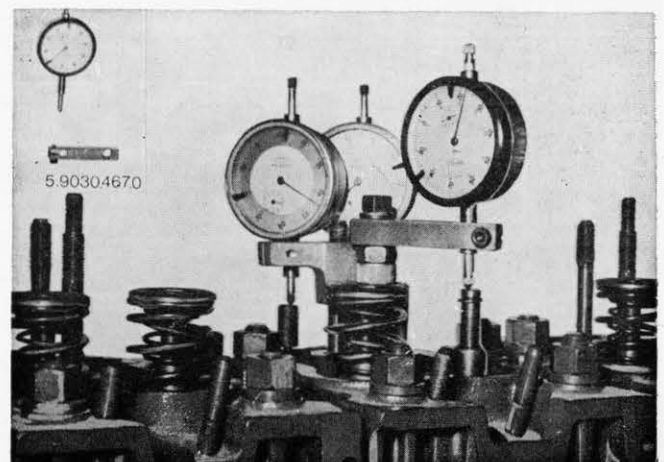

Abb. 14 - Steuerungsausgleich mit Hilfe des Gerätes
- Auf der Stiftschraube des Kipphebellagers den Komparatorhalter zusammen mit dem Komparator selbst anbringen (Abb. 14);
A - Die Kappe und das Einspritzventil des 2. Zylinders abmontieren und den Komparator mit Hilfe seines speziellen Halters positionieren; falls die Skalenscheibe nicht benutzt werden soll, müssen die Kappe und das Kipphebellager des 2. Zylinders abmontiert und die Federn des Ansaugventils abgemacht werden, wobei darauf zu achten ist, daß sich der Kolben in seiner höchsten Stellung befindet, damit er verhindert, daß das Ventil in das Innere des Zylinders fällt, dann muß ein Sprengring auf dem Ventilschaft angebracht werden; und an der Stiftschraube des Kipphebellagers muss der Komparatorhalter zusammen mit dem Komparator selbst angebracht werden (Abb. 14);